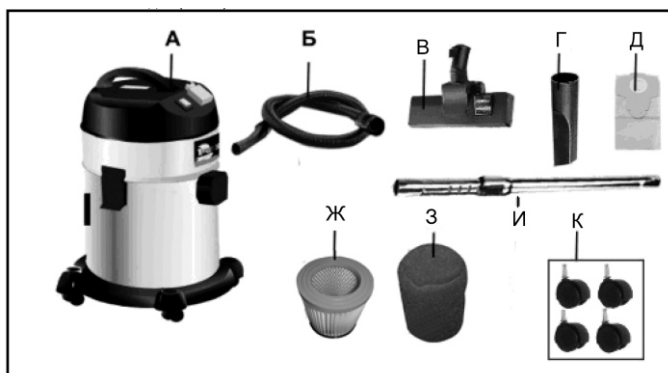
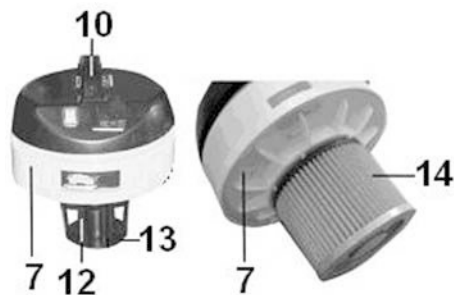
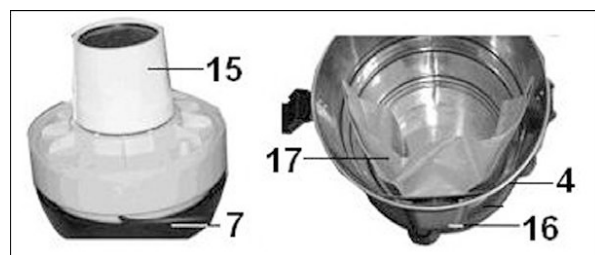

Рис.2
Рис.3
Рис.4
Установка роликов (рис.2)
Разблокируйте два замка (11) с обеих сторон пылесоса и за ручку (10) снимите секцию электродвигателя (7). В зависимости от вида уборки, установите соответствующий фильтр. Для сухой уборки (без всасывания воды) на корпус фильтра (13) установите фильтр складчатый бумажный (14) или фильтр поролоновый (15). Так же при сухой уборке с внутренней стороны бака (4) на гнездо (16) установите фильтр-мешок бумажный (17). (Рис.4) Всегда следите за заполнением мешка (17) и заменяйте его по мере наполнения.
При влажной уборке (всасывание воды) разрешается устанавливать только фильтр поролоновый (15) (Рис.4)
Установка гофрированного шланга (рис.2, 4)
Действие трехпозиционного переключателя (рис.2)
Установка насадок (рис.2)
При необходимости, например, если длины шланга не хватает при уборке пола, потолка, стен и т.д., соедините патрубок шланга (5) с насадкой (3) через удлинитель (6) (Рис.2).
Подключение электроинструмента (Рис.2)
- штепсель шнура питания электроинструмента подходит к розетке (9) пылесоса;
На многих электроинструментах предусмотрен патрубок пылесборника для подключения к пылесосу. В комплекте поставки пылесоса не входит адаптер для соединения патрубка шланга (5) (Рис.2) с пылеудаляющим патрубком электроинструмента.
Включение (Рис.2)
Включите пылесос и начните уборку. Регулярно проверяйте состояние шланга (5) (Рис.2) и насадки. Любая насадка и шланг (5) (Рис.2)
Для влажной уборки необходимо установить только поролоновый фильтр (15) и соответствующую насадку. Бумажный мешок (17) (Рис.4) не устанавливается.
Начните уборку. Регулярно проверяйте состояние шланга (5) (Рис.2) и насадки.
Любая насадка и шланг (5) (Рис.2) должны свободно пропускать всасываемый воздух и воду. Не допускайте засорения насадок мусором.
Вода всасывается и накапливается в баке (4) (Рис.2). Как только уровень воды в баке (4) превысил максимально допустимое значение, предохранительный клапан (12) (Рис.3) перекрывает всасывающее отверстие, и всасывание прекращается. Это можно понять по изменению звука работающего пылесоса. При этом, немедленно выключите пылесос. После работы всегда сливайте воду из бака (4) (Рис.2), просушивайте пылесос.
Перед работой всегда проверяйте (при отсоединенном шнуре питания от розетки электросети) предохранительный клапан (12) на свободное перемещение в корпусе фильтра (13) (Рис.3).
Совместная работа с электроинструментом (Рис.2)
- Снимите фильтр–мешок бумажный (17) (Рис.4). В случае заполнения фильтр–мешка (17) замените его новым;
- Не дожидаясь полного заполнения бумажного фильтр–мешка (17) (Рис.4), меняйте его по мере заполнения. Чрезмерное заполнение мешка ведет к снижению производительности пылесоса, поэтому контролируйте заполнение фильтр–мешка (17), учитывая свойства всасываемого мусора;
- Аккуратно снимите с корпуса фильтра (13) складчатый бумажный фильтр (14) или фильтр поролоновый (15) (Рис.3,4) и очистите их от пыли и грязи;
- При необходимости осторожно продуйте снятый складчатый фильтр (14) сжатым воздухом изнутри наружу;
- Фильтр поролоновый (15) (Рис.4) можно промыть чистой водой с мылом, после чего обязательно прополоскать в чистой воде, отжать и высушить его;
- Очистите внутреннюю поверхность бака (4) (Рис.2) от пыли и грязи. При необходимости вымойте бак (4) чистой водой с использованием жидкого (не абразивного) моющего средства. После чего еще раз хорошо промойте его чистой водой и просушите до полного высыхания.
- Полностью слить воду из бака (4) (Рис.2)
- Снять и промыть чистой водой фильтр поролоновый (15) (Рис.4), после чего обязательно высушить его;
- При необходимости вымыть бак (4) (Рис.2,4) чистой водой с использованием (не абразивного) моющего средства. После этого еще раз хорошо промойте его чистой водой и просушите до полного высыхания.
После любой очистки установите фильтры на место за ручку (10) правильно установите секцию электродвигателя (7) на бак (4) и заблокируйте два замка (11) (Рис.2). Следите за тем, чтобы поплавковый предохранительный клапан (12) (Рис.3) свободно перемещался в корпусе фильтра (13) и при установке секции электродвигателя (7) на бак (4) находился в нижней части корпуса фильтра (13).
- Регулярно очищайте роликовые опоры (2) (Рис.2) от пыли и грязи, а также от намотавшегося ворса, ткани и т.п.